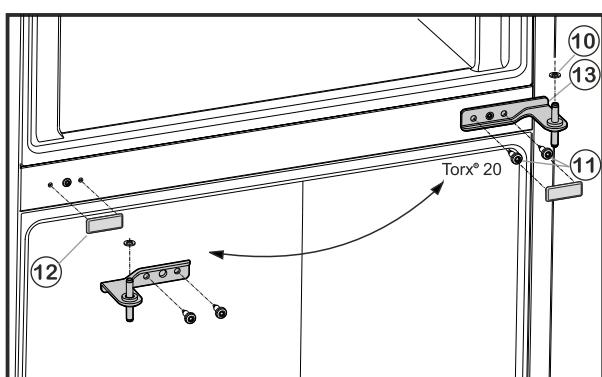

Fig. 6
- ▶ Vyskrutkujte upevňovacie skrutky Fig. 6 (11) (2x Torx® 20) a ložiskovú konzolu v strede vytiahnite zo spodných dverí.
- ▶ Odoberte plastovú podložku Fig. 6 (10).
- ▶ Krytku Fig. 6 (12) opatne odoberte.
- ▶ Krytku Fig. 6 (12) znova nasadťte na opačnú stranu.
- ▶ Ložiskovú konzolu v strede Fig. 6 (13) otočenú o 180° nasadťte do spodných dverí a pomocou upevňovacích skrutiek Fig. 6 (11) (2x Torx® 20) ju znova pevne naskrutkujte na novú stranu závesu (**4 Nm**).
- ▶ Opäť nasadťte plastovú podložku Fig. 6 (10).
- ▶ Vrchné dvere nasadťte na ložiskovú konzolu v strede Fig. 6 (13).